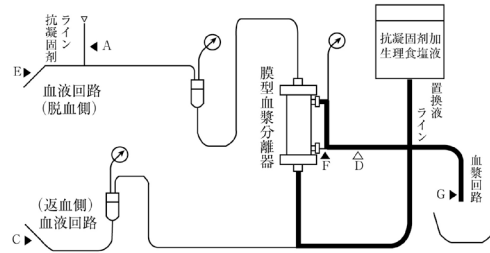

図 5. 血漿分離器の洗浄 (中空糸外側)
- (2) 血漿回路の D をクランプする。
- (3) 脱血側回路と血漿回路を本製品と接続する。
- (4) 抗凝固剤ラインの A をクランプする。
- (5) 血液回路のクランプ B を外す。
- (6) 置換液ラインを用い、抗凝固剤加生理食塩液を約 500mL 流す。
- (7) 脱血側回路よりあふれる抗凝固剤加生理食塩液は廃棄する。
- (8) 約 500mL の抗凝固剤加生理食塩液を流し終わったら E をクランプする (図 5 参照)。
- (1) 血漿回路の F をクランプする (図 5 参照)。
- (2) 血漿回路のクランプ D を外す。
- (3) 置換液ラインを用い、抗凝固剤加生理食塩液を約 500mL 流す。
- (4) 血漿ラインよりあふれる抗凝固剤加生理食塩液は廃棄する。
- (5) 約 500mL の抗凝固剤加生理食塩液を流し終わったら G をクランプする。